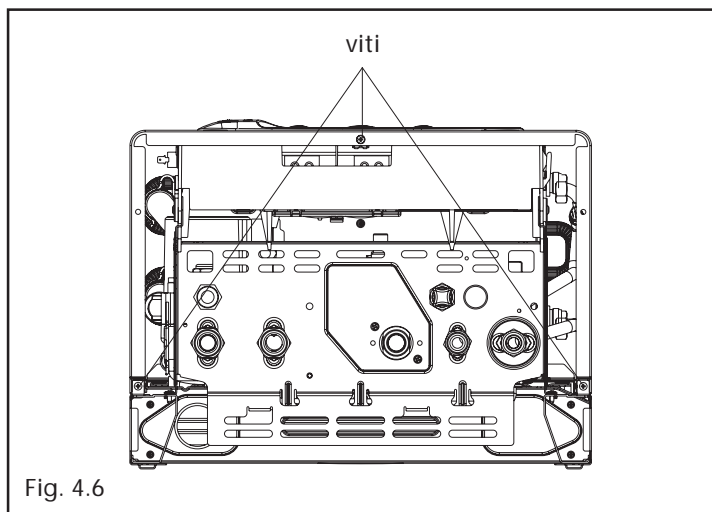

Fig. 4.6
- Togliere il mantello svitando le tre viti (fig. 4.6)